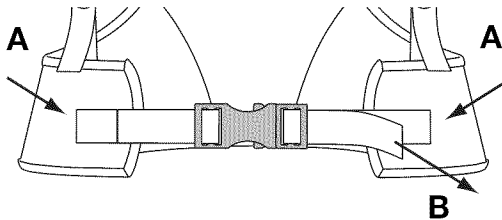
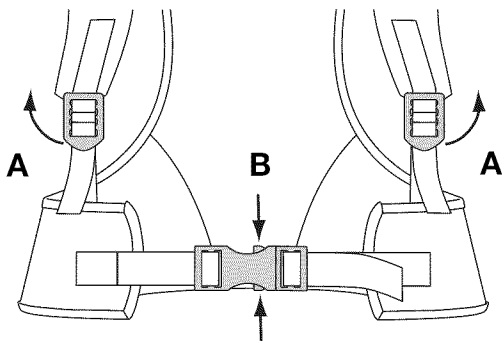

Fig. 15
Fig. 16
NOTA: Asegúrese de que los soportes de la cintura soporten el peso de la unidad sobre las caderas (Fig. 15, A).
3. Si el peso no cae sobre las caderas, afloje los soportes de los hombros (Fig. 16, A) y tire de la manija de los soportes de la cintura (Fig. 15, B) para apretarlos. Ajústelos hasta que el peso de la unidad descansa sobre las caderas.
1. Para desconectar los soportes de los hombros, tire hacia arriba de la lengüeta inferior de las hebillas de los soportes de los hombros (Fig. 16, A).
2. Apriete la parte superior e inferior de las presillas de los soportes de la cintura para zafar los soportes de la cintura (Fig. 16, B).